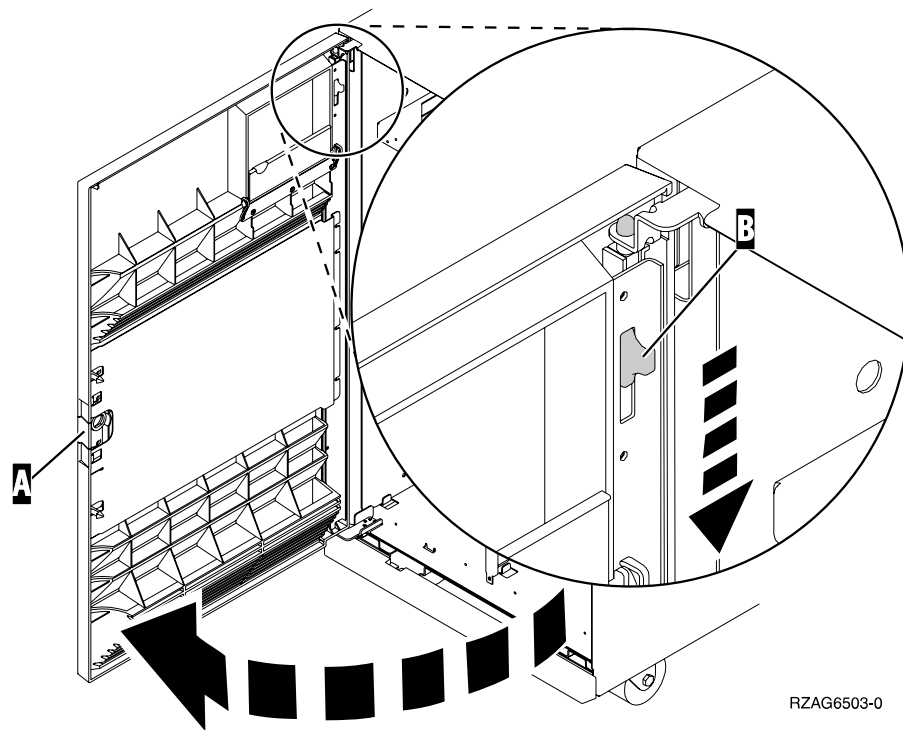
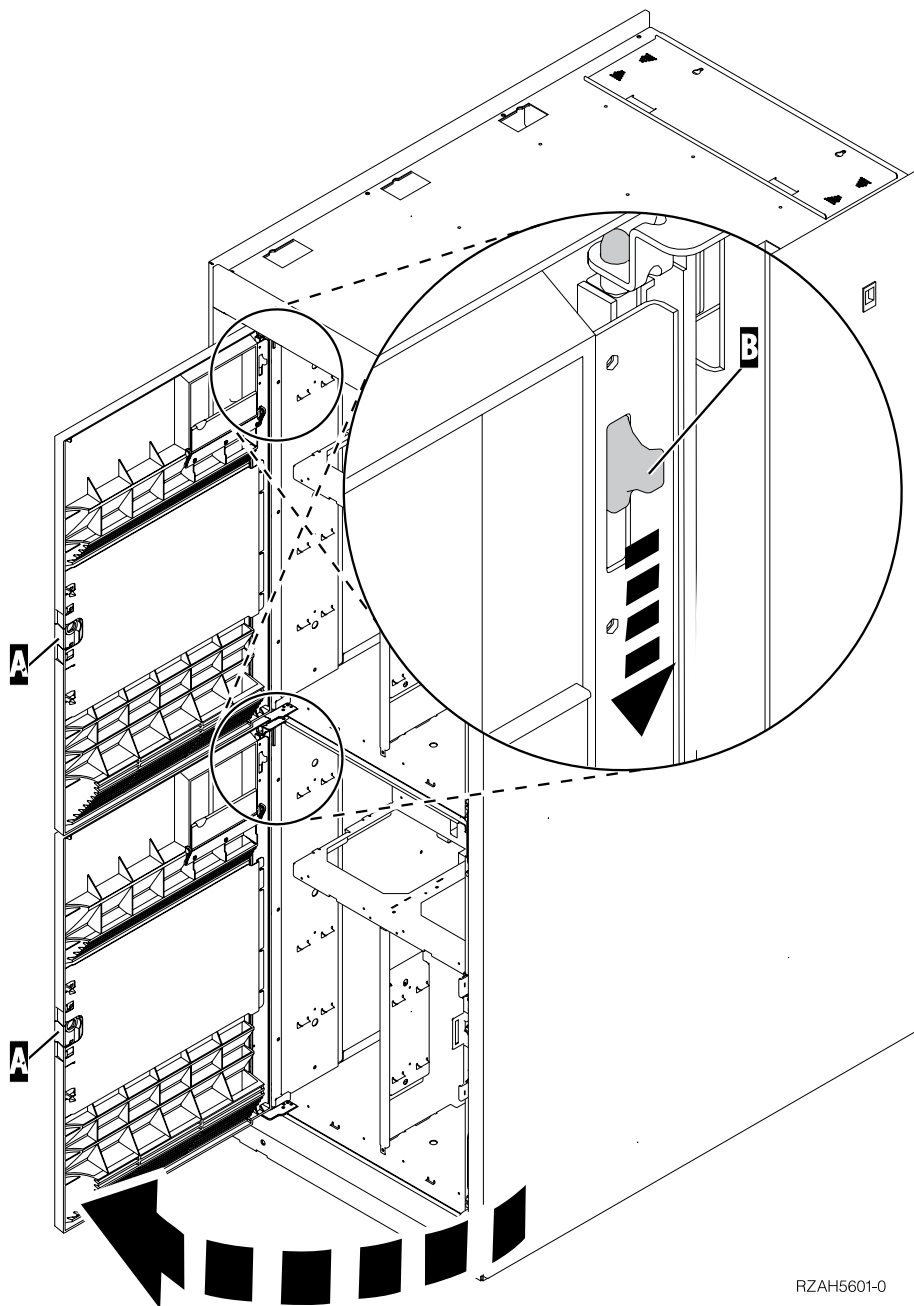

Figure 33. Ouverture du panneau avant (5065)
Figure 34. Ouverture du panneau avant (5066)
- ___ 2. Comme illustré à la figure 33 à la page 39 (5065) ou à la figure 34 à la page 40 (5066), ouvrez le panneau avant à l'aide du loquet **A**.